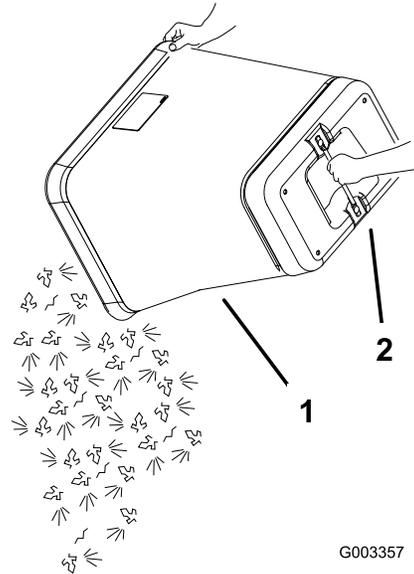

Figura 57
6. Sujete el asa situada en el fondo de la bolsa y vuelque ésta para vaciarla (Figura 57).